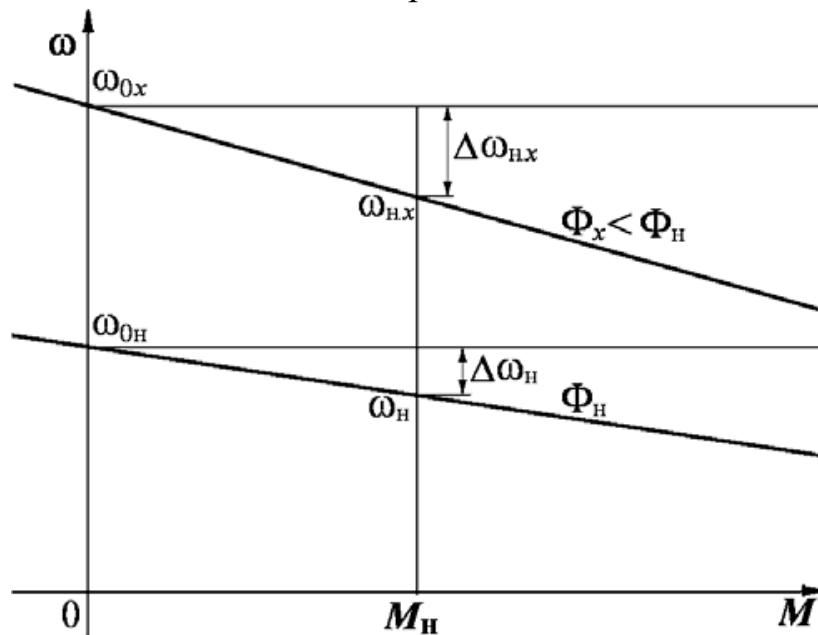

Рис.5. Естественная и искусственная характеристика при ослабленном потоке
Задача 13. Определить параметры двигателя постоянного тока по паспортным данным двигателя. Данные двигателя: мощность $P_n = 40$ кВт, скорость $\omega_n = 100$ рад/с, момент $M_n = 400$ Нм; напряжение $U_n = 220$ В; ток $I_n = 200$ А. Возбуждение двигателя независимое (параллельное). Естественная характеристика и искусственная характеристика при ослабленном потоке $\Phi < \Phi_n$ двигателя показана на рис.5.
3. Определить относительное падение скорости двигателя при номинальной нагрузке $\Delta v_n = \Delta \omega_n / \omega_n$ (см. рис.5).